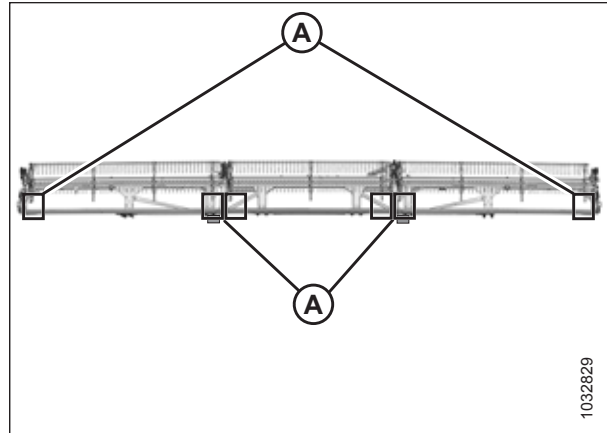

Figura 5.274: Locațiile de măsurare în cazul FlexDraper® – rabator triplu
- Figura 5.274, pagina 580 – rabator triplu